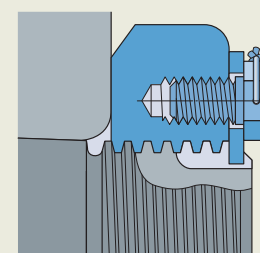

Fig. 7
- se fijan en el eje mediante seguros de fijación MS (fig. 7).
- Los seguros de fijación (fig. 7) enganchan un canal chavetero en un eje o manguito de fijación y una de las ranuras del diámetro exterior de la tuerca de fijación. Los seguros de fijación se unen a la tuerca mediante un tornillo (fig. 11).